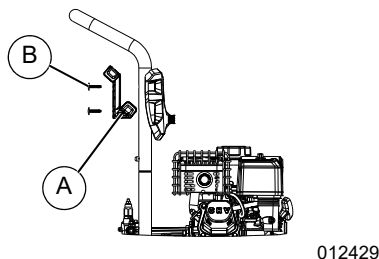

Figura 2-4. Instale el gancho para la pistola
- Consulte la **Figura 2-4**. Instale el gancho para la pistola (A) al lado derecho (parte posterior) de la manilla. Fijelo con sujetadores tipo árbol (B).